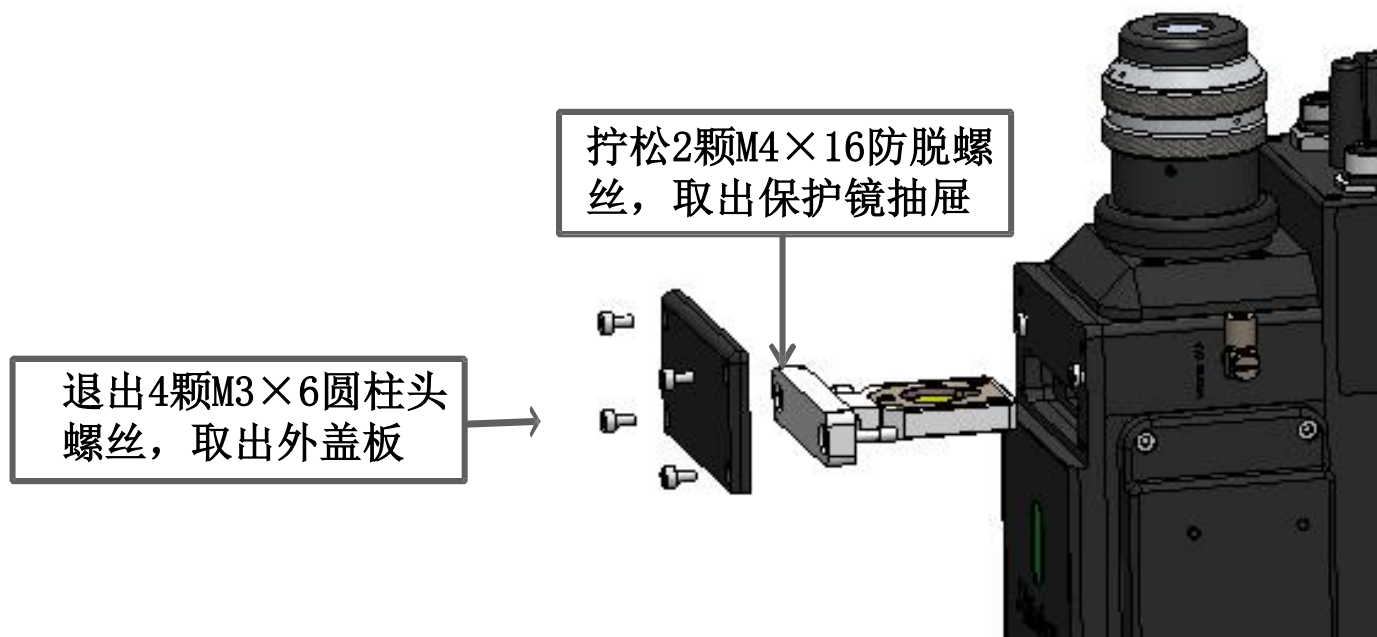
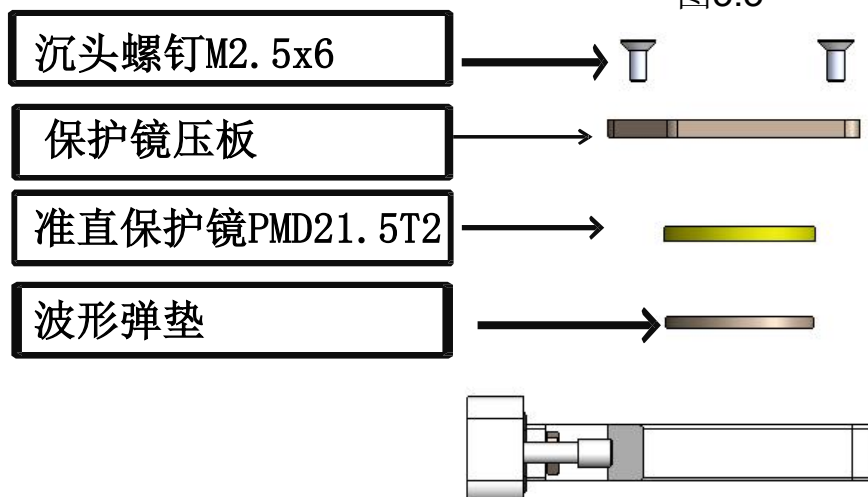

图3.3
图3.4
5.1.1 准直保护镜的拆装，拆装方法如下图3.3、图3.4所示。